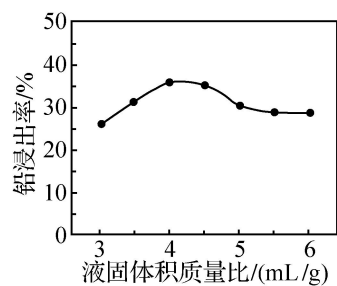

图 1
②TBP 易与  $\text{Fe}^{3+}$ 、 $\text{In}^{3+}$ 、 $\text{Zn}^{2+}$  配位或与  $\text{H}^+$  结合实现萃取，对  $\text{Fe}^{2+}$  萃取率较低。
(1) 热酸浸出。一定温度下，控制盐酸用量为理论值的 2 倍，反应 2 h、过滤得酸浸液。
①写出  $\text{ZnFe}_2\text{O}_4$  溶于盐酸的离子方程式：\_\_\_\_\_。
②酸浸液中，As 元素以  $\text{H}_3\text{AsO}_3$  形式存在，已知  $\text{H}_3\text{AsO}_3$  的核磁共振氢谱只有一个峰，其结构式为\_\_\_\_\_。
③向反应体系中加入水，测得液固体积质量比对铅浸出率的影响如图 1 所示。